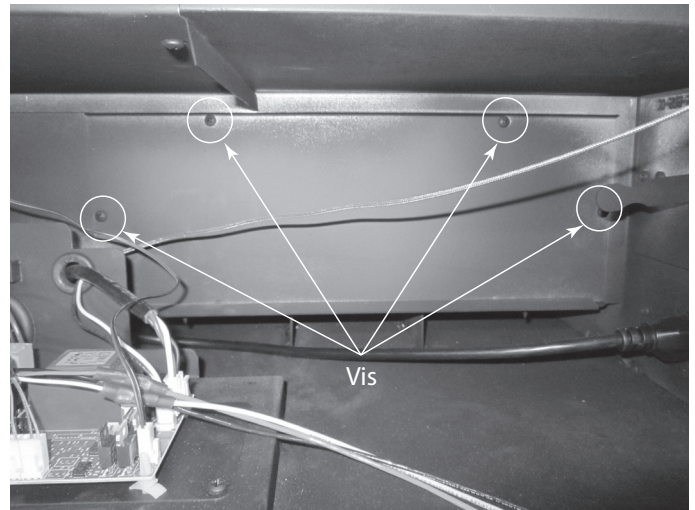

Figure 4.15 Retirez les vis du panneau d'accès
- Retirez les (4) vis de chaque panneau d'accès au ventilateur et tirez-les vers l'avant et vers l'extérieur. Voir la figure 4.15.